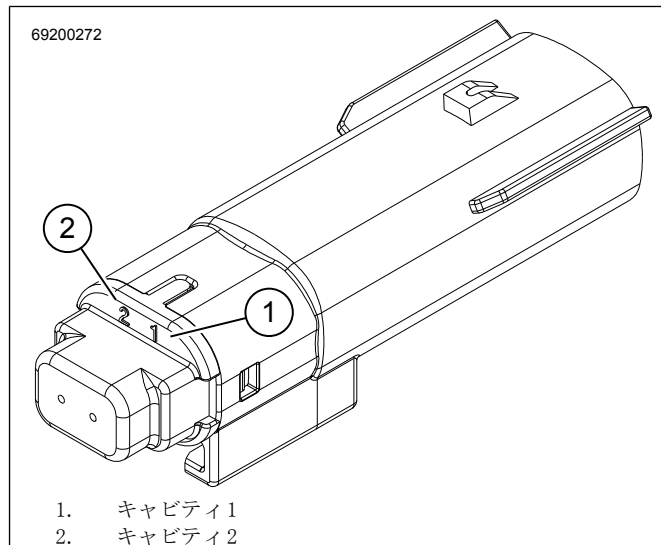

図5。2ピンコネクタ69200272
3. 図5を参照してください。コネクタ[69200272]のキャビティ1に白/ピンクのターミナルピンを取り付けます。